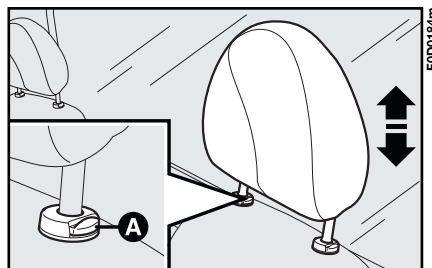

fig. 71a
– premere il pulsante **A-fig. 71a** e spostare l'appoggiatesta in senso verticale regolandone la posizione desiderata;
Per riportarlo in sede: premere il tasto di sgancio **A-fig. 71a** ed abbassare l'appoggiatesta fino a farlo rientrare nella sede sullo schienale.
2) premere sul pulsante **A-fig. 71a** ed asportarlo.